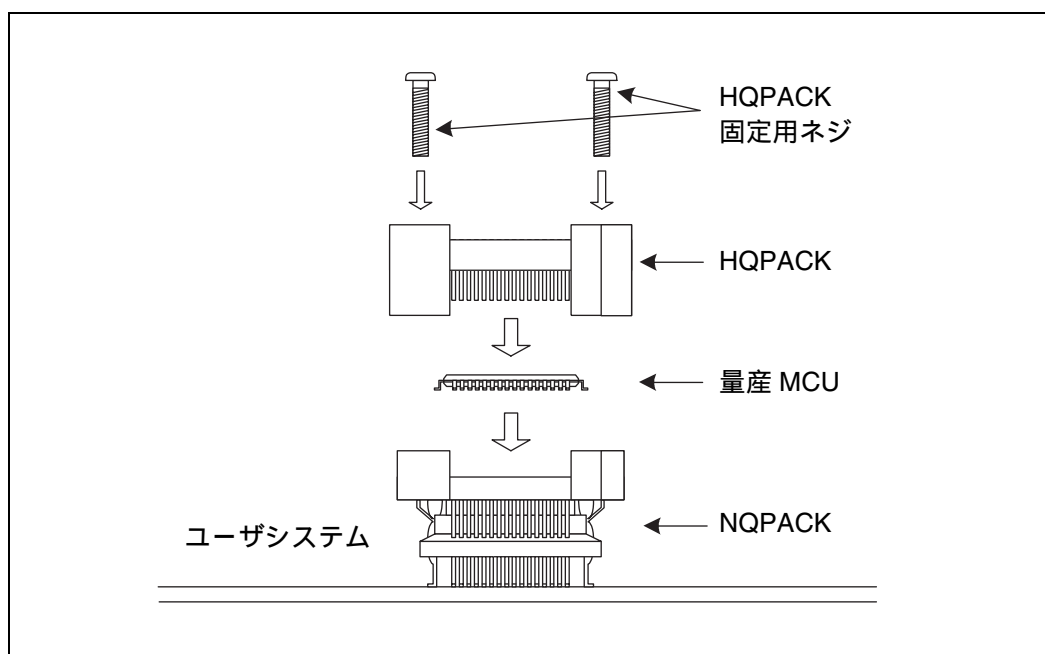

図 5 量産 MCU 実装方法
2. 量産 MCU が NQPACK に正しく実装されていることを確認してから、HQPACK と NQPACK のインデックス(1 箇所のみ直線的に欠けた角)を合わせて差し込みます(図 5 参照)。